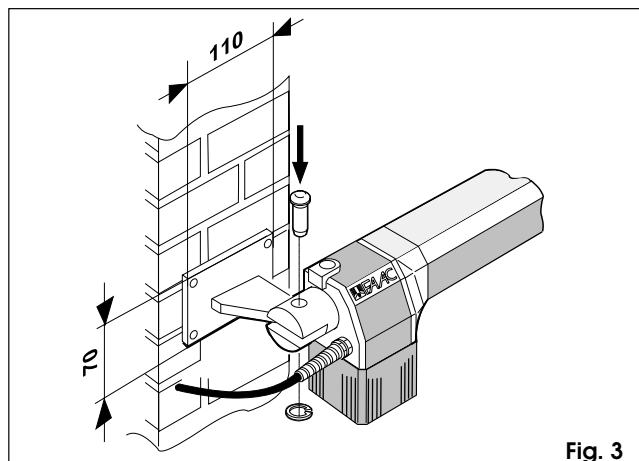

Fig. 3
Nel caso di pilastro in muratura, incassare opportunamente una piastra a murare (fig. 3). Saldare quindi accuratamente l'attacco sulla piastra.
- 2) Fissare l'operatore all'attacco posteriore tramite la viteria in dotazione (fig. 3).
**Attenzione:** Gli operatori forniti nel kit sono in versione destra e sinistra. Per una corretta installazione l'operatore deve essere posizionato come da fig. 3.